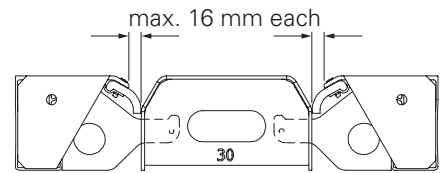

Fig. D9.03
- 1x Stop. Panel TRIO MT (**101**) (Fig. D9.03)